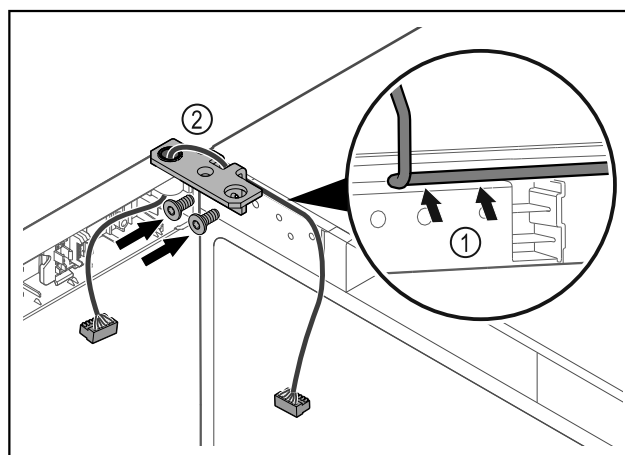

Fig. 58
- Poprowadzić kabel przez wgłębienie w zawiasie i ostrożnie go ułożyć Fig. 58 (1).
- Przykręcić zawias Fig. 58 (2).